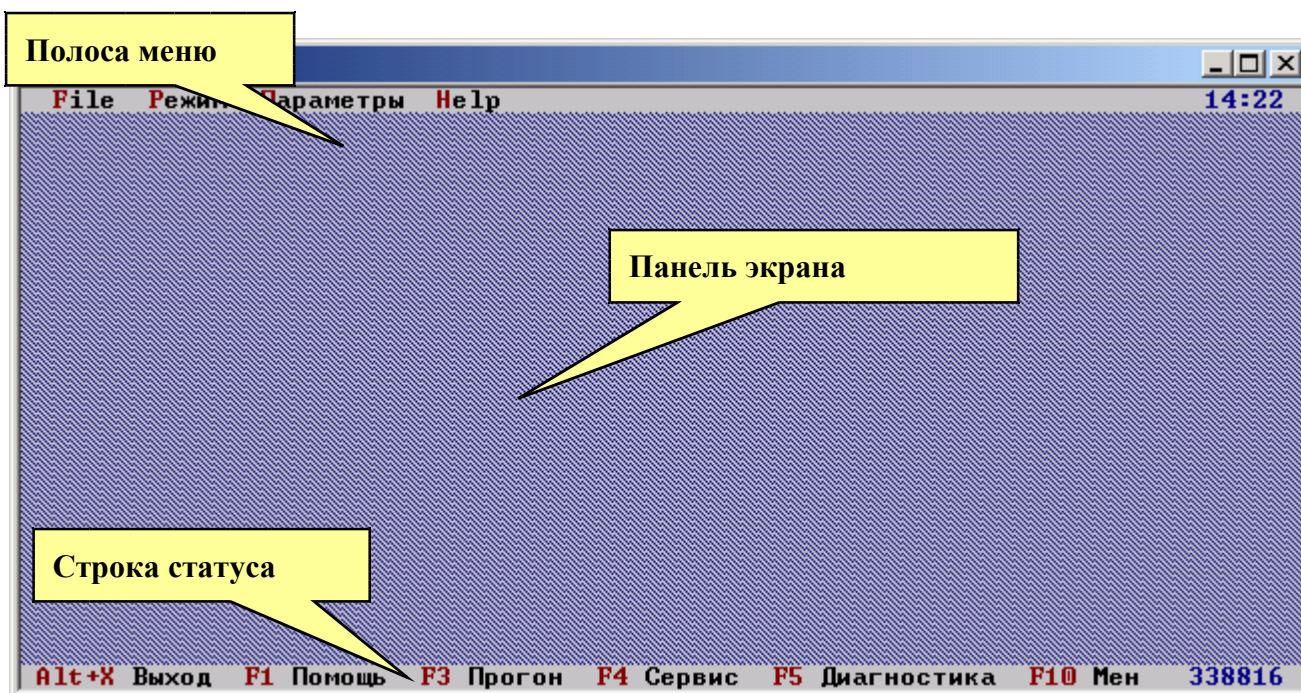

Рис.2. Главное диалоговое окно
5.3.3 Старт программы UCDTV производится путем выполнения команды UCDTV.EXE из командной строки операционной системы, либо из Проводника операционной системы Windows. Предварительно зайдя в каталог, в который была установлена программа (по умолчанию C:\UCD\). В командной строке могут быть указаны различные ключи и параметры, подробнее это описано в Разделе 6. После запуска на дисплей выводится главный экран UCDTV (рис.2). UCDTV автоматически настраивается на работу с максимальным числом строк экрана (от 25 до 100). Ширина экрана - 80 символов.